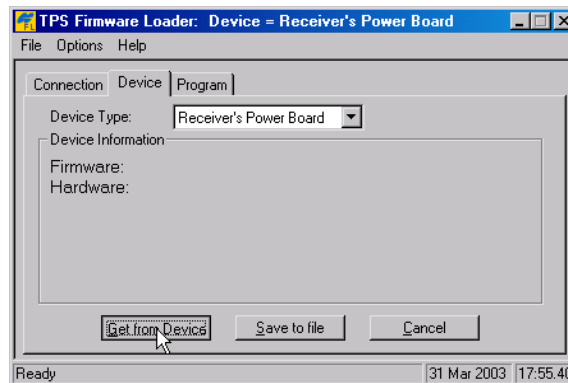

Figura 4-17. Selección del tipo de dispositivo
5. Seleccione la pestaña *Instrumento* y seleccione el valor *Receiver's Power Board* para el parámetro *Tipo Instrumento*. A continuación haga clic en **Conectado** para *Información Instrumento* (Figura 4-17).